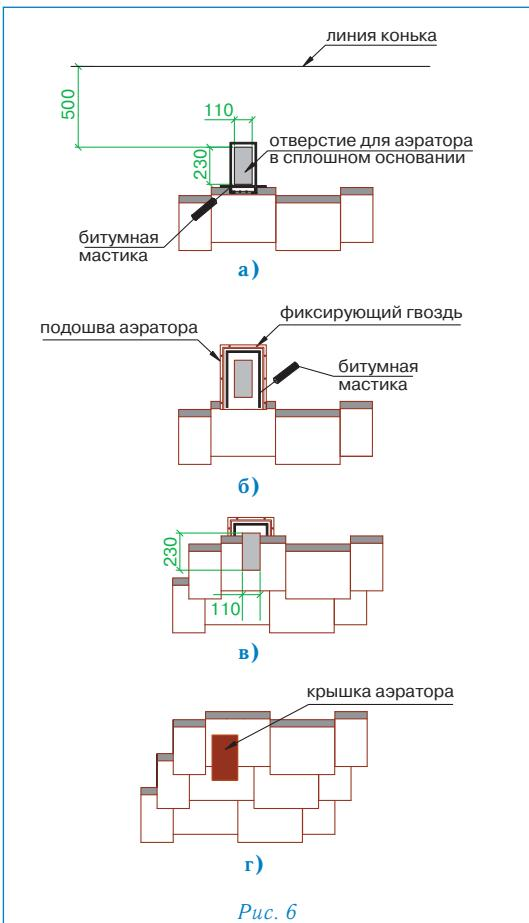

Рис. 6
### Установка аэратора (рис. 6)
- В сплошном основании кровли прорезается отверстие 11–23 см, расположенное согласно рис. 6а;
- корпус аэратора устанавливается поверх отверстия и фиксируется гвоздями из нержавеющей стали; по верхней и боковым сторонам подошвы корпуса также наносится битумная мастика (рис. 6б);
- далее укладывается очередной ряд черепицы; подошва аэратора при этом закрывается листом ПРЕСТИЖ ЗОДЧИЙ с заранее прорезанным в нем отверстием (рис. 6в);
- на корпус аэратора устанавливается крышка, которая фиксируется нажатием (до щелчка) (рис. 6г).